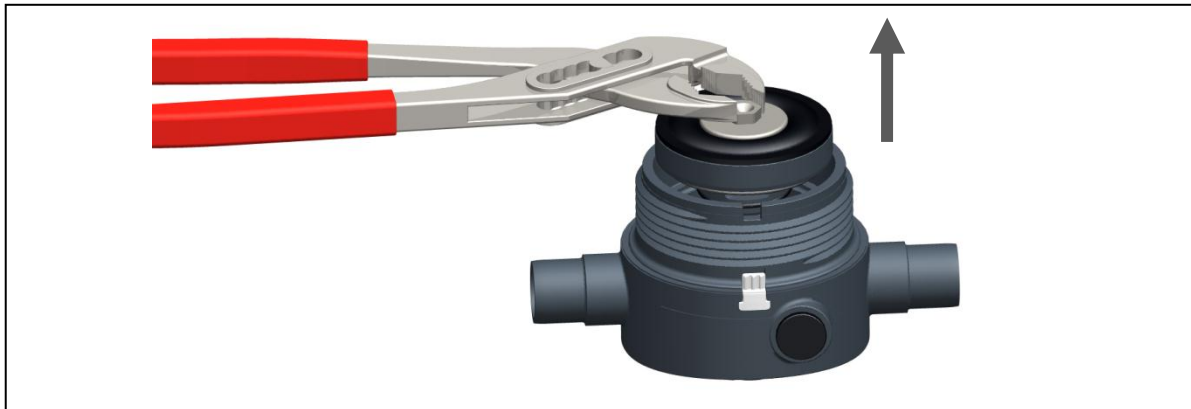

Fig. 9
- ▶ Extraire la cartouche de la partie inférieure à l'aide d'un outil approprié (par ex. une pince), voir Fig. 9.